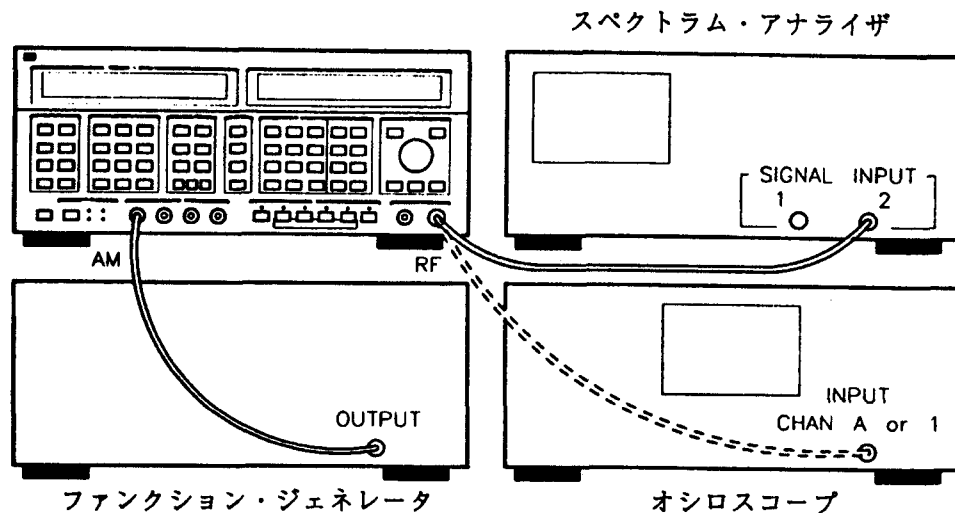

図 2-6. AM変調手順2のための機器セットアップ
1. 図2-6のように、本器をスペクトラム・アナライザ(またはオシロスコープ)とファンクション・ジェネレータへ接続します。各機器の電源を投入し、以下の調整を行います。